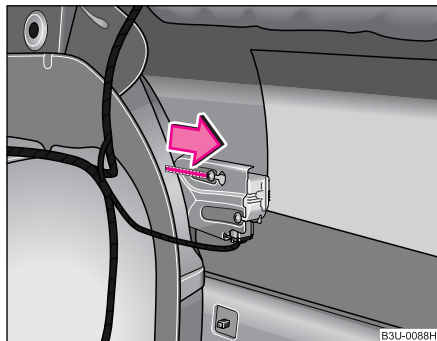

Fig. 157 Portbagajul: Descuierea de urgență a clapetei rezervorului
- Pentru a debloca clapeta rezervorului trageți de ureche în sensul indicat de săgeată ♥ fig. 157.